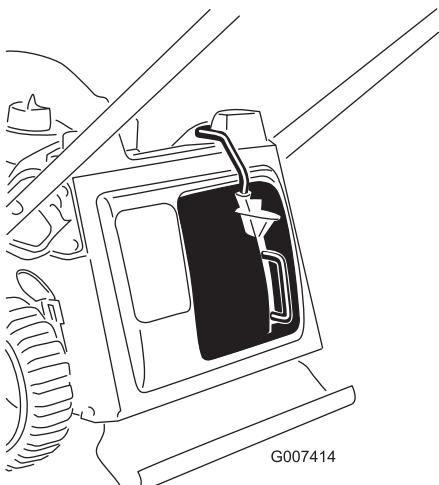

Bild 12
3. Lassen Sie die Taste am Hebel los und stellen Sie sicher, dass die Oberseite des Hebels ganz im Schalterkanal liegt (Bild 12). **Wenn die Hebeloberseite nicht im Schalterkanal liegt, springt die Maschine nicht an.**